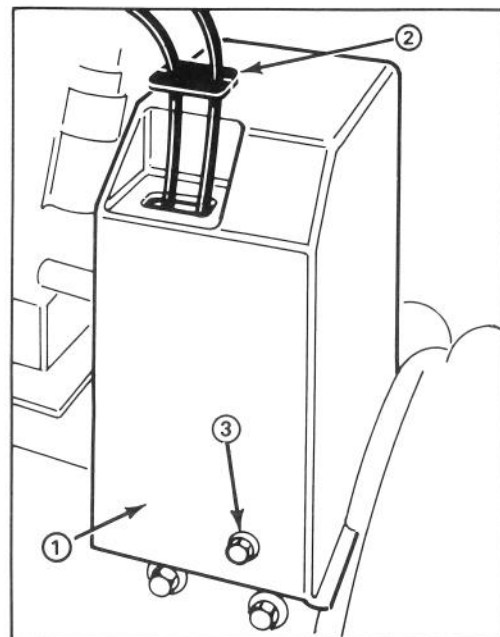

Abbildung 25
- Die drei (3), die Riemenabdeckung am Motorrahmen befestigenden Kopfschrauben entfernen und die Abdeckung auf den Kabeln nach oben schieben (Abb. 25).